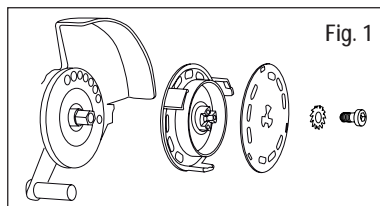
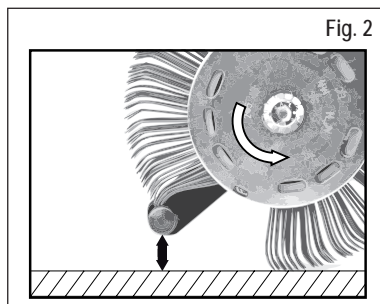

Fig. 1
Fig. 2
3. Interrompa a alimentação de ar comprimido e fixe a cinta **MBX® Die Blaster®** 11 mm correctamente com o sistema de alojamento correspondente **AS012** (observe o sentido de operação) no disco de leque previsto para o efeito e no parafuso na ferramenta. Vide a Fig. 1 e a Fig. 2
- Está a utilizar uma cinta **MBX**® no sentido de operação errado? - Ajuste a cinta de escova, de maneira a operar no sentido correcto (vide o capítulo 6, Colocação em funcionamento, Fig. 2).